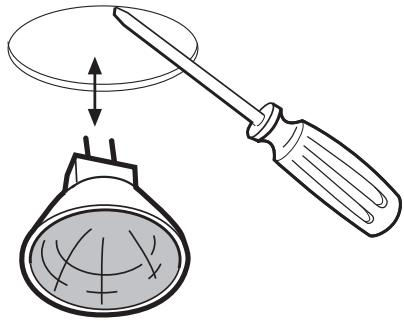

Fig. 11
• Sostituzione delle lampade alogene (**Fig.11**).